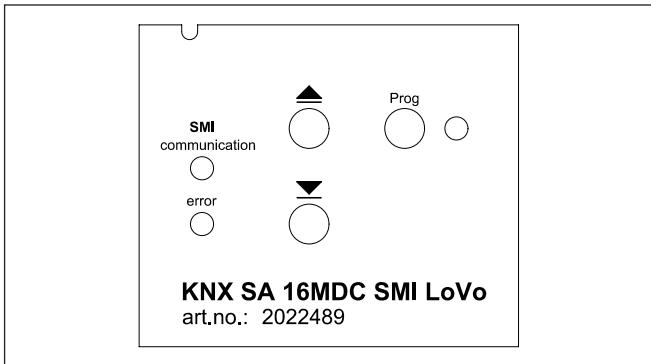

Abb. 5 Abdeckplatte mit LED und Tastenfeld
Nach Abschluss der Montagearbeiten und dem Anlegen der Versorgungsspannungen kann der korrekte Anschluss über das Tastenfeld der manuellen Vorrangbedienung unter der Abdeckblende (Broadcast-Taster Hoch/Tief alle Antriebe) getestet werden (Abb. 5). Eine detaillierte Beschreibung zur weiteren Inbetriebnahme finden Sie im KNX SA SMI Softwarehandbuch (Art.-Nr. 2024838).
Hierfür steht sowohl in der App als auch auf dem Tastenfeld eine Prog-Taste zur Programmierung und eine Anzeig LED zur Verfügung (siehe Abb. 5).
- Drücken Sie die Programmiertaste in der App oder am Gerät (Abb. 5), um das Gerät in den Programmiermodus zu versetzen. Bei aktiviertem Programmiermodus leuchtet die rote LED. Die Programmierung erfolgt durch die ETS am PC. Diese Software beendet den Programmiermodus automatisch. Die rote LED erlischt.